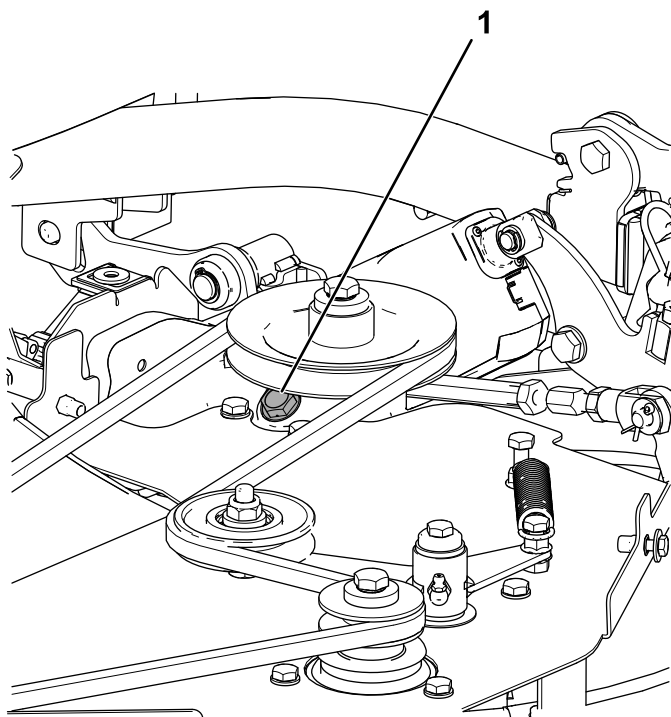

Bild 95
1. Entfernen Sie den Stecker des Getriebes der Schneideinheit (Bild 95).
3. Bauen Sie den Stecker in das Getriebe der Schneideinheit ein (Bild 95).
1. Entfernen Sie die Verschlusschraube vom Getriebe der Schneideinheit (Bild 95).